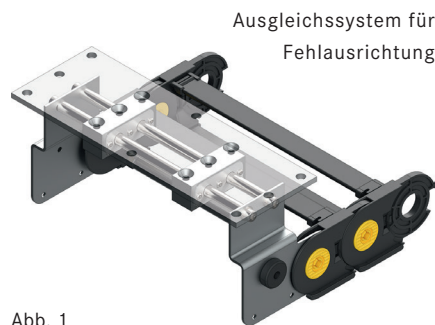

Abb. 1
- Ausgleichssystem für Fehlausrichtung (**Abb. 1**) für den beweglichen Punkt, um die Reibung zwischen den Seitenbändern der Kette und den Wänden des Kanals zu verringern